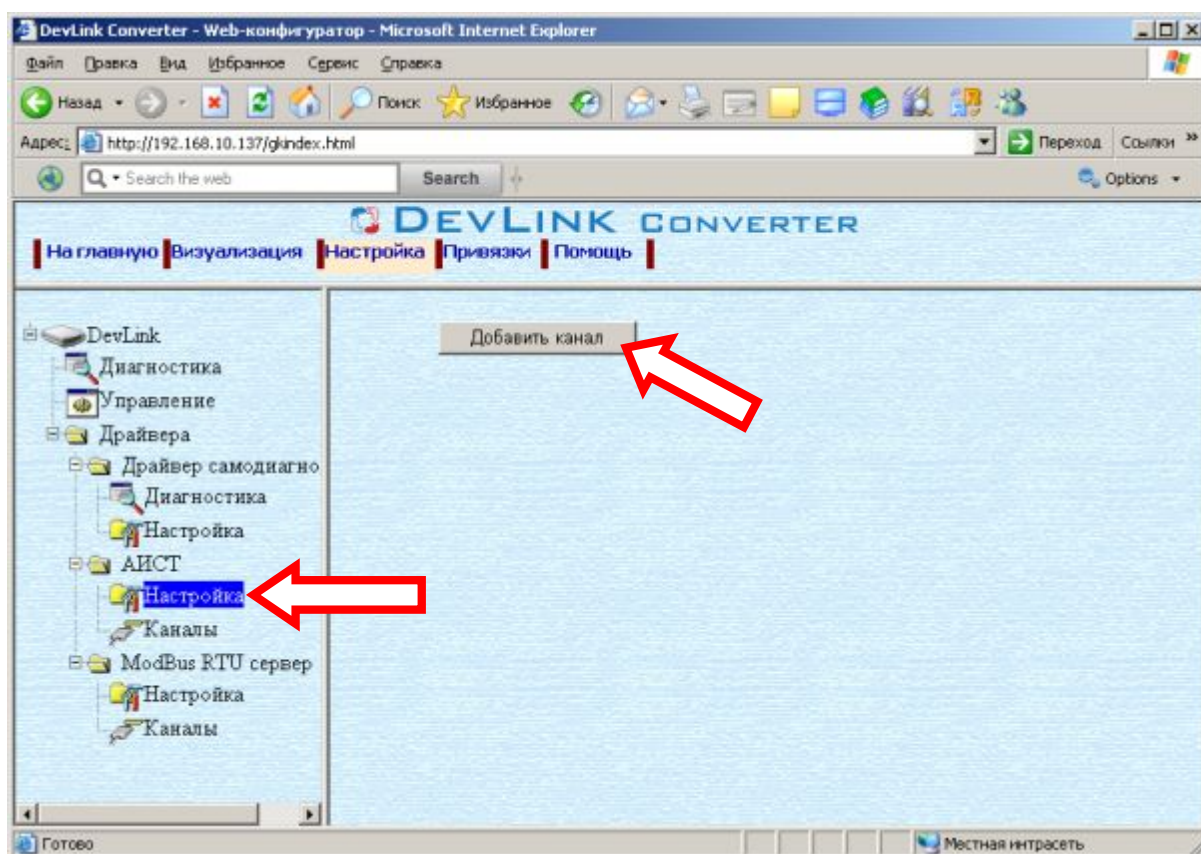

Рисунок 3.2 – Добавление канала драйвера
- Выберите в дереве объектов *папку «Настройка»* драйвера (рисунок 3.2)